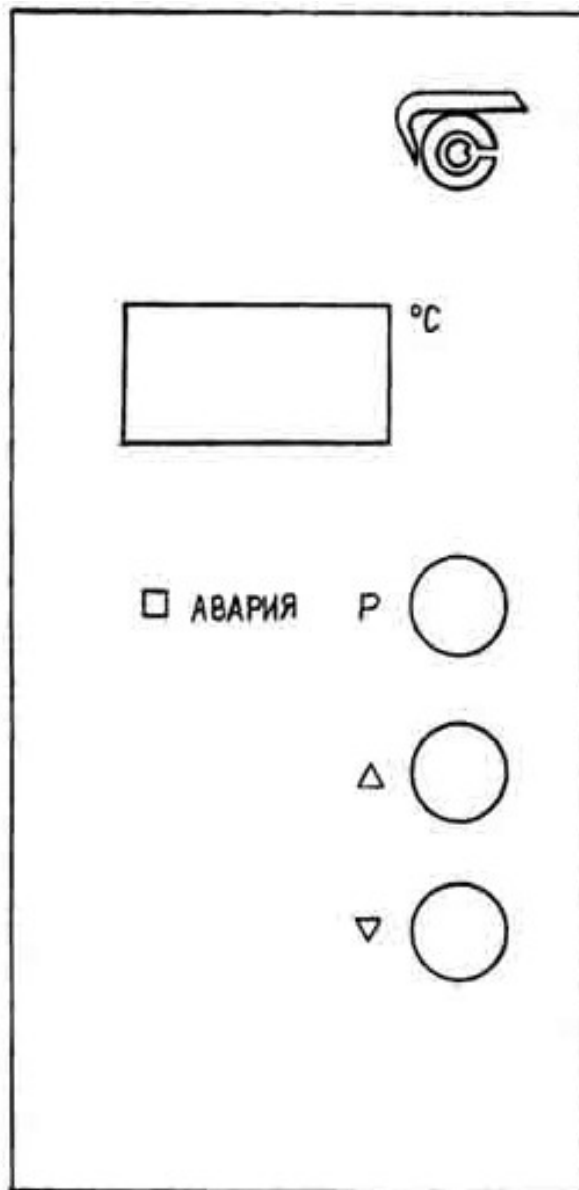

Рисунок 1 – Лицевая панель шкафа
8.3. Нажать клавишу «P» на лицевой панели двери (рисунок 1), при этом на цифровом табло высветится заданная ранее температура в мигающем режиме, а в крайнем правом разряде цифрового индикатора высветится точка, что свидетельствует о возможности корректировки программы.
3.4. Нажать клавишу «Р» на лицевой панели двери (рисунок 1), при этом в крайнем правом разряде цифрового индикатора высветится точка, что свидетельствует о возможности корректировки программы.